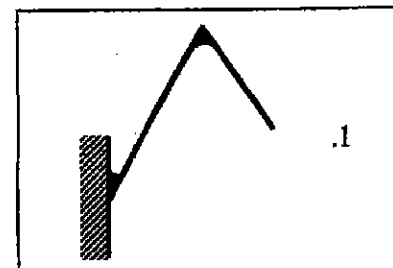

Figura 4. Modelo de vigas en serie
- c) M_g (plantearlo de forma teórica, suponiendo que el brazo de la grúa está compuesto por vigas unidas en serie. Ver figura 4).